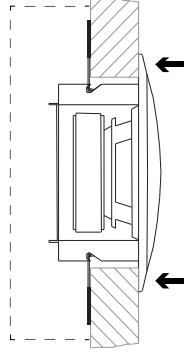

Bild 3
- Lautsprecher mittig in den Deckenausschnitt drücken, bis beide Klemmbügel auslösen (Bild 3). Der Lautsprecher muss bündig an der Decke anliegen!